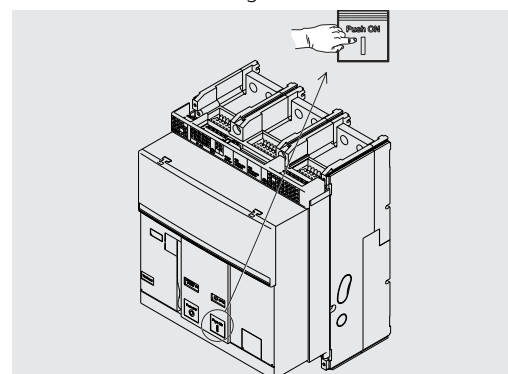

Figura 45
4. Cierre - Apretar el pulsador de cierre "I - Push ON" como se indica en Figura 45.